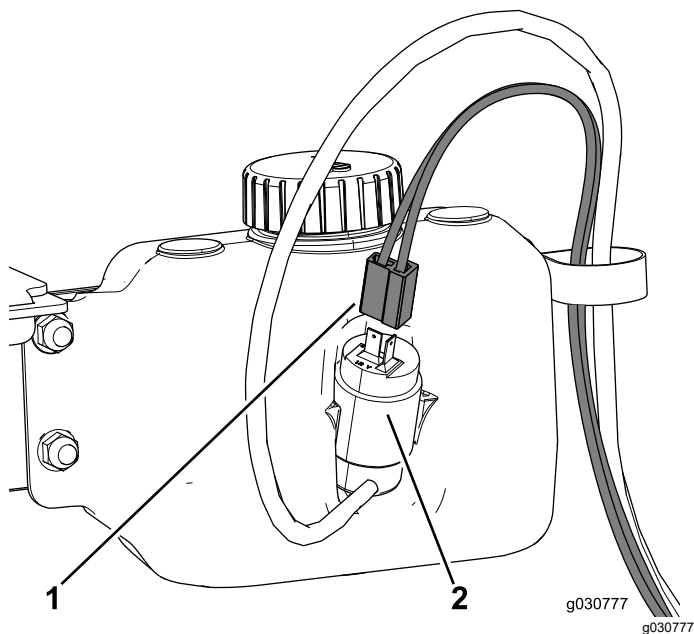

Рисунок 52
4. Проложите жгут проводки от бачка омывателя через R-образный хомут и подсоедините его к бачку (Рисунок 52).